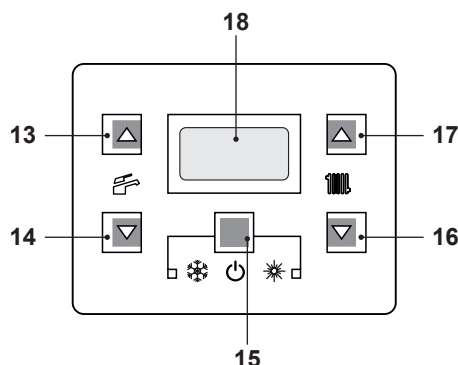

Figura 2.5
- Mantenga pulsado durante 2 segundos el botón 15 hasta que aparezca en la pantalla el símbolo  Figura 2.5.
mediante los botones 16 (reducción) y 17 (aumento) (Figura 2.5) desde un mínimo de unos 25°C hasta un máximo de unos 80°C. La primera vez que se pulsa uno de los dos botones se muestra el valor de "consigna", la segunda vez se puede modificar.
De todas formas, si la temperatura ambiente no fuera agradable, se puede aumentar o reducir la temperatura de impulsión de la instalación de calefacción en  $\pm 15$  °C usando los botones 16 (reducción) y 17 (aumento) (Figura 2.5).
La temperatura del agua caliente sanitaria puede regularse mediante los botones 13 (aumento) y 14 (reducción) (Figura 2.5) desde un mínimo de unos 35°C hasta un máximo de unos 60°C. La primera vez que se pulsa uno de los dos botones se muestra el valor de "consigna", la segunda vez se puede modificar.